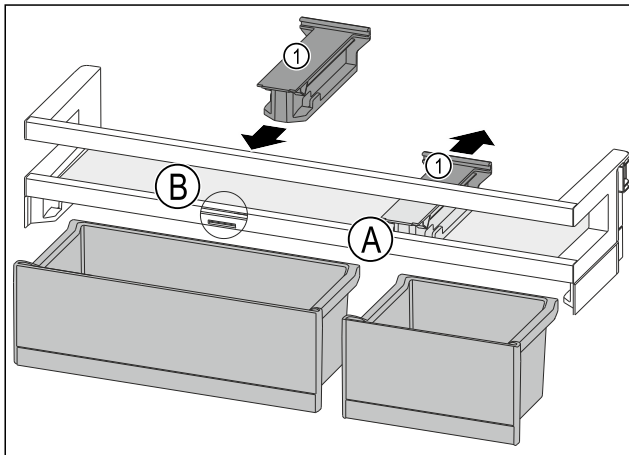

Fig. 97
- ▶ Retirer la pièce de retenue Fig. 97 (1) en position Fig. 97 (A) vers l'arrière.
- ▶ Mettre la pièce de retenue Fig. 97 (1) en position Fig. 97 (B).